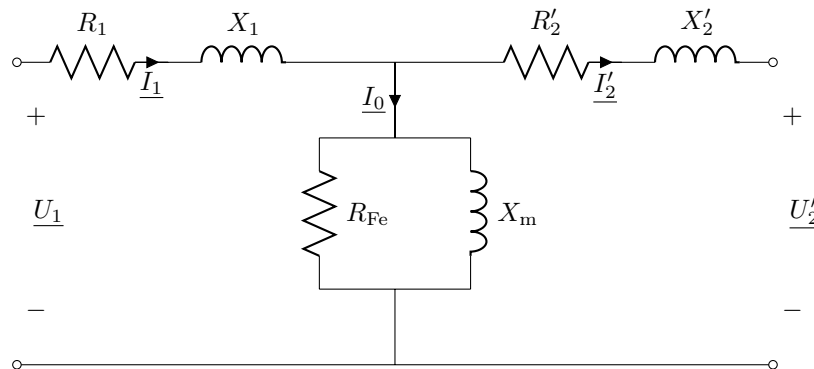

Figura 10.2: Figura del problema 11.
11. El circuito equivalente del transformador 150 kVA, 2.400/240 V se muestra en la figura 10.2, siendo los valores:  $R_1 = 0,2 \Omega$ ,  $R_2 = 2 \text{ m}\Omega$ ,  $X_1 = 0,45 \Omega$ ,  $X_2 = 4,5 \text{ m}\Omega$ ,  $R_{\text{Fe}} = 10 \text{ k}\Omega$  y  $X_m = 1,55 \text{ k}\Omega$ . Utilizando el circuito referido al primario de la figura 10.2 y sabiendo que el transformador trabaja con carga nominal y un factor de potencia 0,8 atrasado, calcula: a) la tensión de regulación; b) el rendimiento.